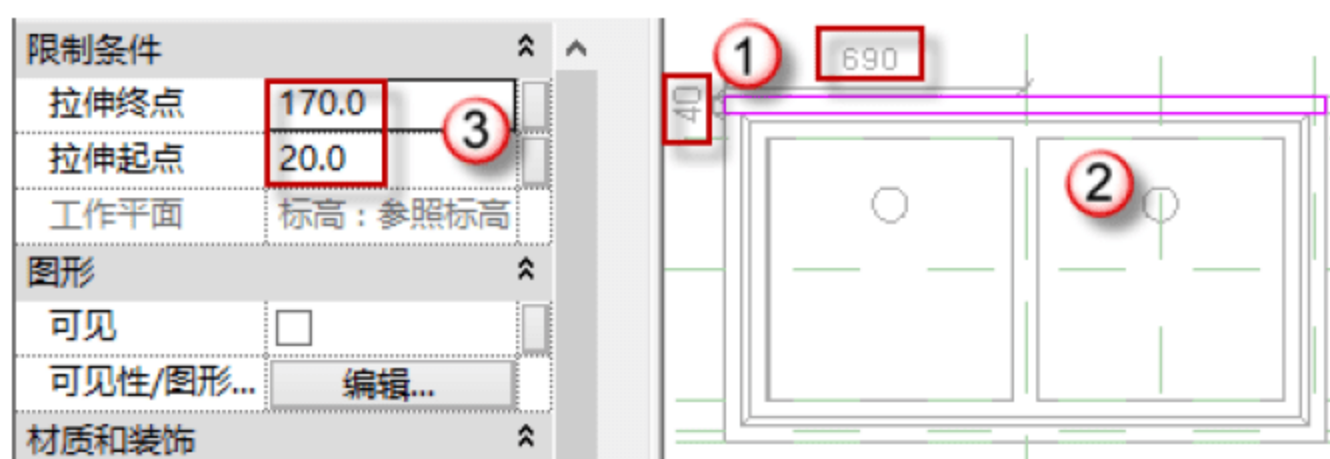

图 8.2.43 绘制台面挡板
(11) 台面挡板是长度为 1500mm，高度为 150mm 的板。返回到“楼层平面-参照标高”平面，按快捷键 C+O 绘制参考线。选择“创建”→“拉伸”→“矩形框”命令，绘制图框，在“属性”面板中编辑“拉伸起点”和“拉伸终点”的数值（20，170），然后单击√按钮，如图 8.2.43 所示。